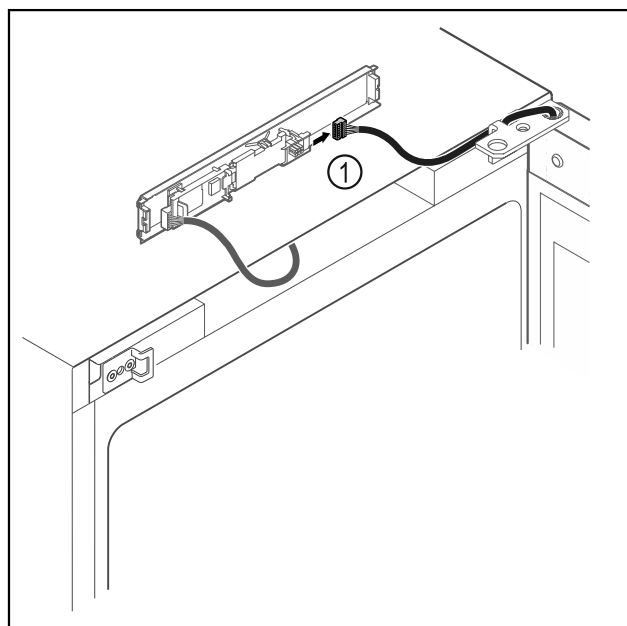

Fig. 20
- ▶ Desenchufar el conector Fig. 20 (1) de la platina.